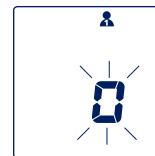

Figure 2
- Une fois que l'appareil a égalisé la pression de l'air (Figure 2), le gonflage automatique démarre automatiquement. Le brassard se gonfle à la pression nécessaire pour la mesure.